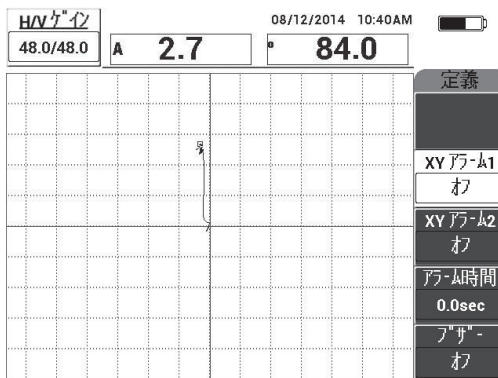

図 6-31 ドット位置の調整
- プローブを空中に持ち上げて、ドットの動きを観察します。ドットが画面から消えた場合は、ゲインキー (dB) を押して、ドットが画面に表示されるようにノブを回してドットの位置を調整します (155 ページの図 6-31 参照)。